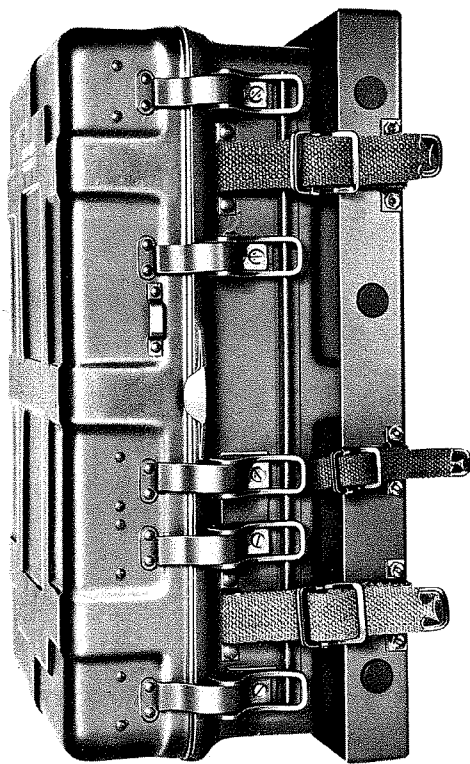

Bild 45 Sende-Empfangsanlage RT-77/GRC-9 für den Transport auf Fahrzeugen oder für die Lagerung vorbereitet
c) Für den Transport oder die Lagerung ist das Funkgerät mit dem Gehäusedeckel CW-109/GRC-9 auf der Montageplatte MT-350/GRC-9 mit Hilfe von Klammern zu befestigen (Bild 45). Nach Abnehmen des Gehäusedeckels können die Verschlüsse wieder gespannt werden.